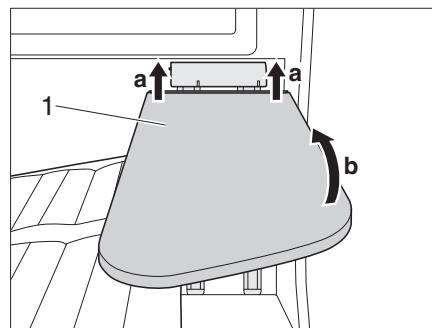

Figura 34 Plegar el tablero de la mesa
- Subir (a) tablero de la mesa (Figura 34,1) y cerrar hacia arriba (b).
- Desplazar el tablero de mesa (Figura 34,1) hacia abajo.